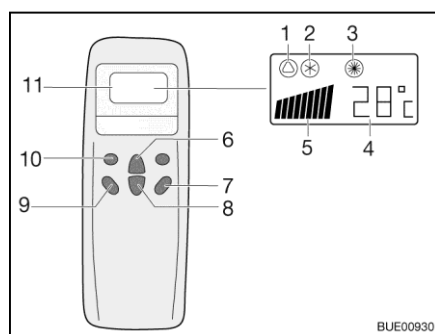
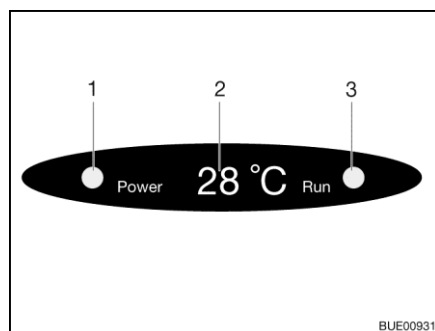

Fig. 225 Mando a distancia
Fig. 226 Indicación en el difusor
- Pulsar la tecla "ON/OFF" (Fig. 225,7).
- Pulsar la tecla "Mode" (Fig. 225,10) las veces que sean necesarias hasta que se visualice el modo de funcionamiento deseado (Fig. 225,1, 2 ó 3) en el display. La luz de control correspondiente en la indicación del difusor (Fig. 226,3) estará encendida.
- Ajustar la temperatura deseada con las teclas Aumentar temperatura (Fig. 225,6) o Reducir temperatura (Fig. 225,8).
- Seleccionar la etapa deseada del ventilador con la tecla Velocidad del ventilador (Fig. 225,9).